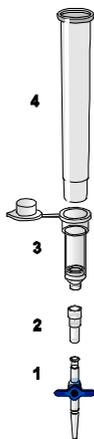

图 1. 组装 QIAamp DSP Virus Kit 的组件，以便对样本进行真空处理：
确保正确设置离心柱扩展器 (EXT)、QIAamp MinElute 柱、VacConnector (VC) 和 VacValve (请参阅图 1)。
5. 以全速对裂解管 (LT) 离心 ≥ 5 秒, 去除盖子内的滴落物。
6. 更换手套, 然后小心地打开裂解管 (LT)。
7. 将 600 μ l 乙醇 (96 - 100%) 添加到裂解管 (LT), 盖上盖子, 然后通过旋涡混合的方式充分混合 ≥ 15 秒。在室温 (15 - 25°C) 环境下培养 5 分钟。
8. 以全速对裂解管 (LT) 离心 ≥ 5 秒, 去除盖子内的滴落物。
9. 将 QIAamp MinElute 柱插入真空系统上的 VacConnector (VC) (请见第 24 页的图 1)。将离心柱扩展器 (EXT) 插入打开的 QIAamp MinElute 柱。